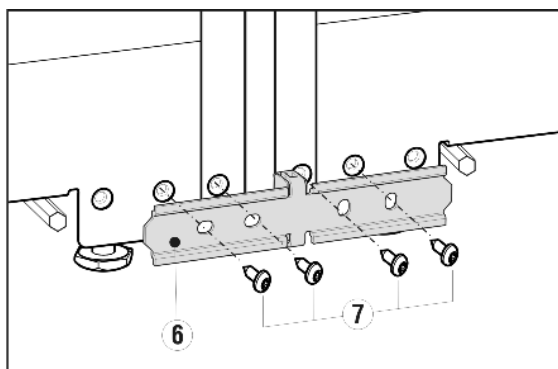
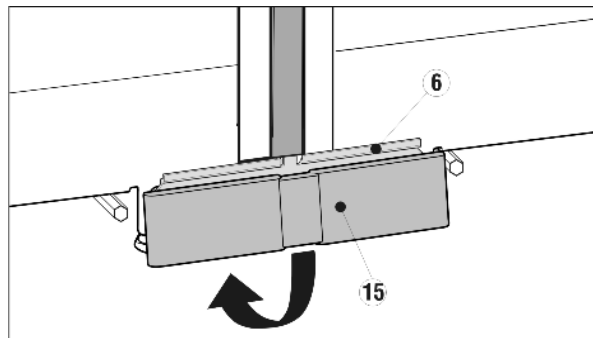

Fig. 4
Fig. 10
- Premere assieme i due apparecchi e allineare di nuovo e avvitare saldamente con le viti Fig. 4 (7) in dotazione la squadra fissaggio Fig. 10 (6).
- Applicare la copertura inferiore Fig. 10 (15), contenuta nell'imballo, dall'alto sull'angolo di fissaggio Fig. 10 (6) e inserire a scatto in basso.
- Svitare di nuovo i piedini di regolazione centrali (A), finché non toccano il pavimento.